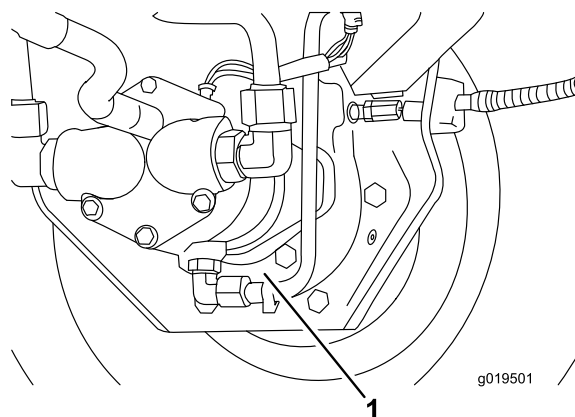

Bild 68
3. Stellen Sie ein Auffanggefäß unter das Bremsgehäuse, entfernen die Verschlusschraube und lassen das Öl ablaufen (Bild 68).